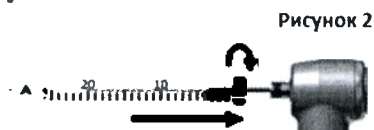

Рисунок 2
6. Поставьте XP-endo Finisher в режим вращения и боковым движением удалите его из трубки, чтобы убедиться, что XP-endo Finisher остается прямым (Рисунок 2). Выключите вращение.